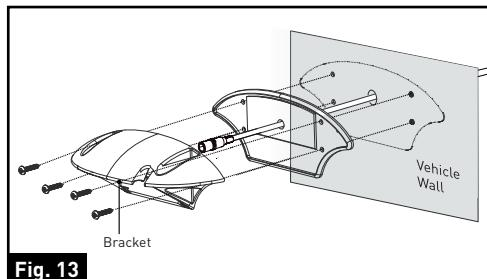

Fig. 13
4. Fixez le joint et le support au véhicule à l'aide de quatre vis autotaraudeuses plates de $\frac{3}{4}$ po. Assurez-vous que le câble d'alimentation de la caméra n'est ni enveloppé ni extrudé. (Fig. 13)